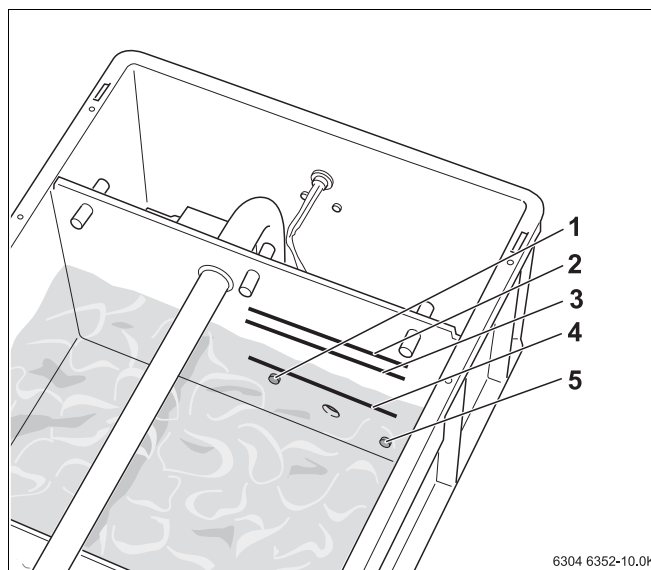

Рис. 7 Проверка работоспособности
**Нижний датчик** (рис. 7, поз. 5) включает и выключает насос.
**Верхний датчик** (рис. 7, поз. 1) разъединяет цепь защиты, если уровень воды слишком высокий (опасность перелива).
- Добавьте еще воды. При этом закройте пальцем измерительное отверстие нижнего датчика (рис. 7, поз. 5), чтобы насос не включился.